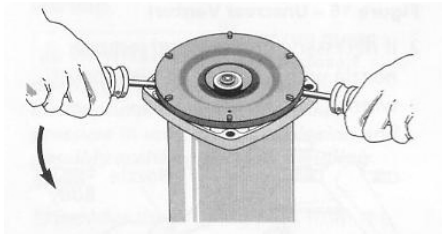

Figura 17A- Quite Mecánico Sello
3. Quite girando la mitad de sello colocando dos destornilladores bajo plato de sello y levantando haciendo palanca con cuidado (Vea Figura 17A). El plato del sello deslizará de túnel.